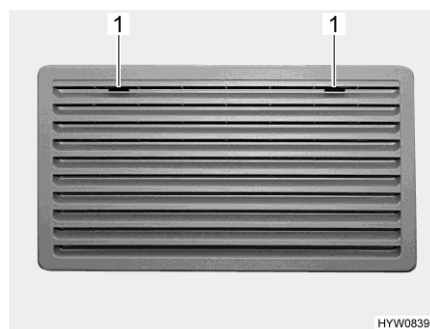
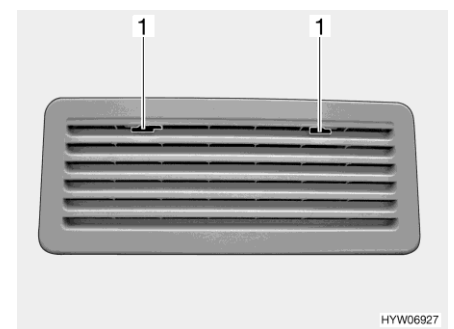

Fig. 126 Grille d'aération du réfrigérateur (Thetford, grande)
Fig. 127 Grille d'aération du réfrigérateur (Thetford, petit)
- Pousser le dispositif de blocage (Fig. 126,1 ou Fig. 127,1) vers le milieu.